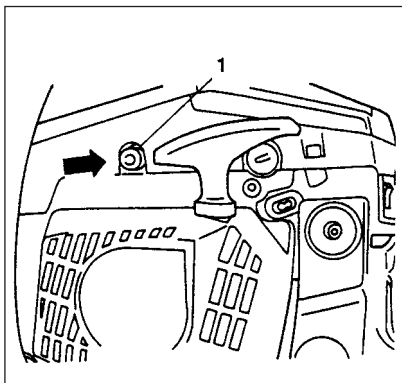

Рис. 2-2B
- * Нажать декомпрессионный клапан (1) (Если он имеется. Этот клапан возвращается при запуске двигателя). (Рис. 2-2B)